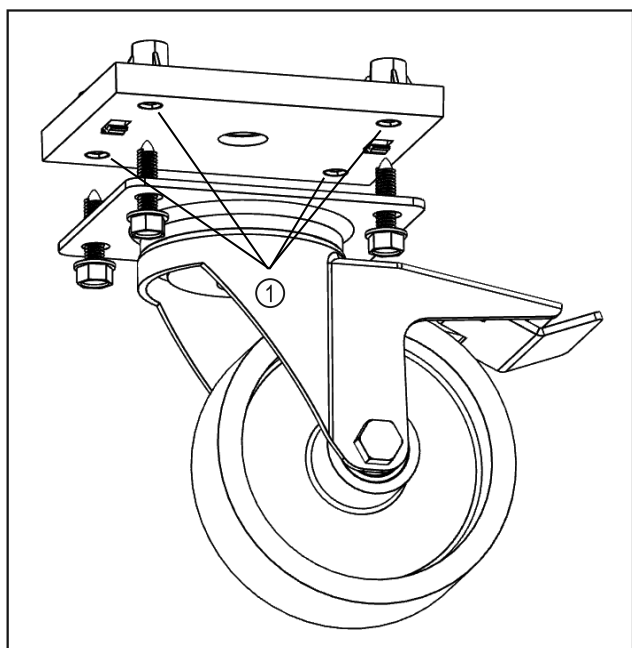

Fig. 9
- ▶ A külön tartozékként rendelhető kerekeket szerelje fel a megadott helyekre. Fig. 9 (1)